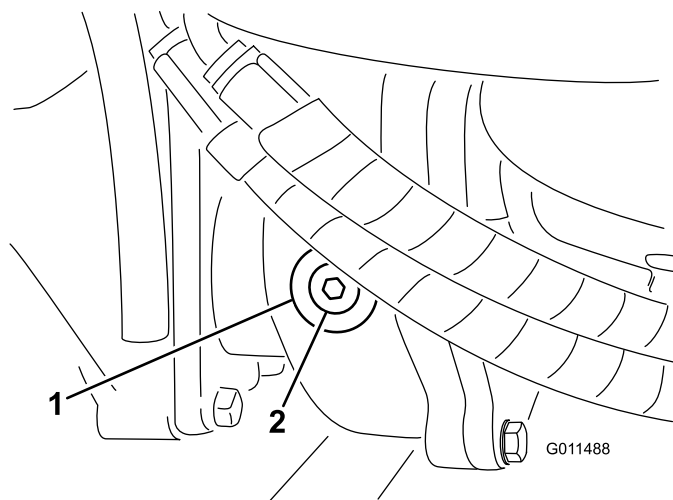

图 59
2. 从齿轮箱的左侧取出检查/注油塞确保润滑剂向上直至孔的底部图 59。